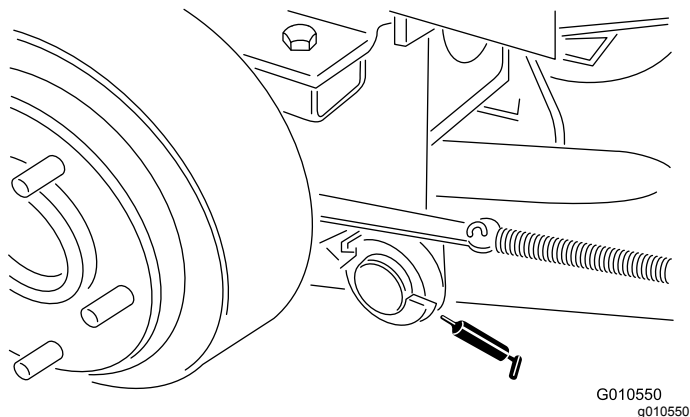

Figura 23
- Perni dei bracci di sollevamento, posteriori (2) (Figura 23)